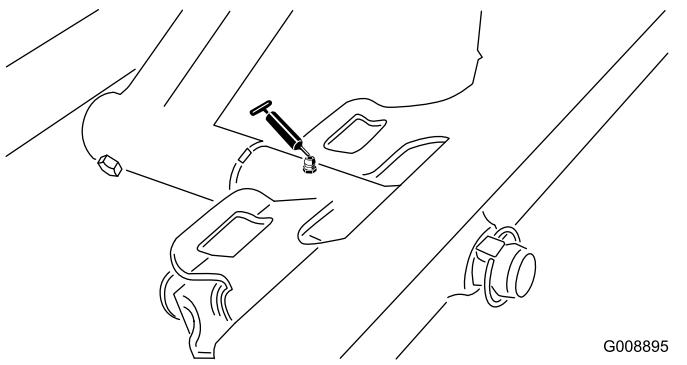

Bild 58
- Drehbüchsen am Frontmähwerk (Bild 58)